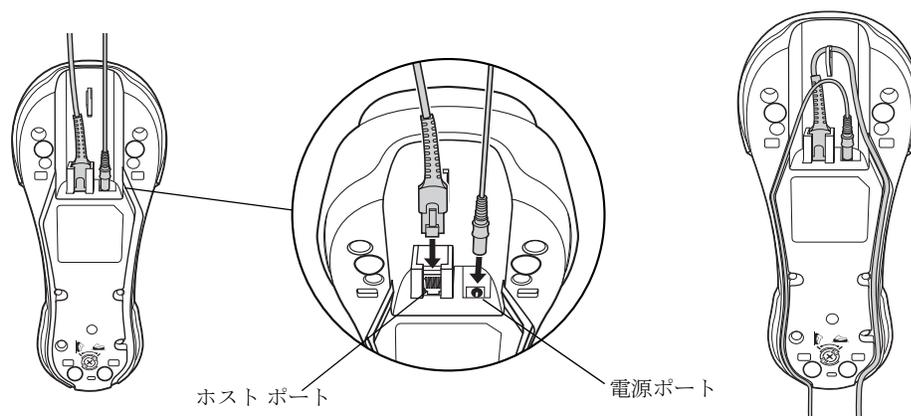

図 1-4 ケーブルのクレードルへの接続
1. インタフェース ケーブルをクレードルのホスト ポートに差し込みます。図 1-4 を参照してください。
1. ホスト コンピュータからインタフェース ケーブルをクレードルのホスト ポートに接続します。図 1-4 を参照してください。